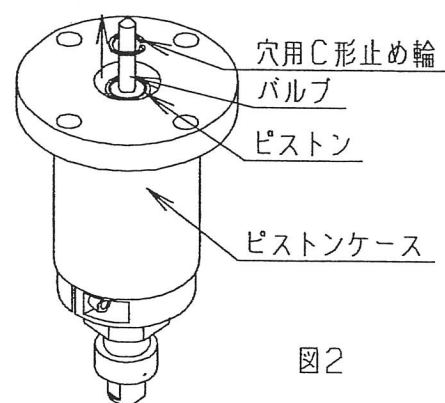

図2
- ③ バルブを交換する場合は、ピストンケース内のC型止め輪を外しバルブを外してください。(図2)